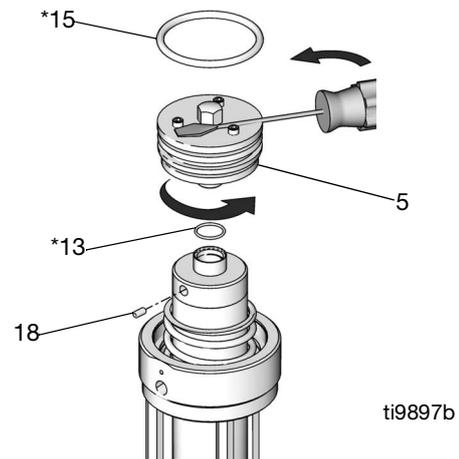

FIG. 11 : Vanne d'air de la série A
3. **Moteurs pneumatiques de série A uniquement :** Desserrez la vis de réglage (18) puis dévissez la vanne d'air (5). Au besoin, introduisez la pointe d'un tournevis plat entre les têtes de vis et le bouchon hexagonal de la vanne d'air (5) pour mieux pouvoir tourner. Jetez les éléments 5, 13, 15 et 18. Voir FIG. 11.